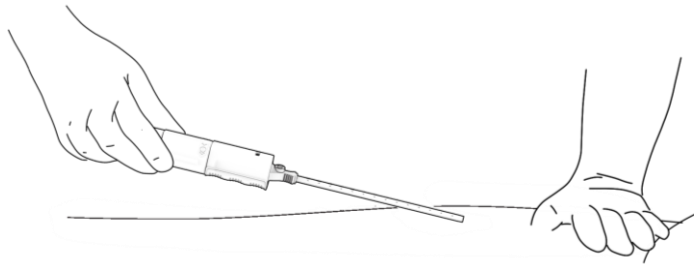

Figura 17. Rimozione del dispositivo a impianto rilasciato.
- c. Retrarre delicatamente il sistema di posizionamento dal tratto tessutale. Figura 17.